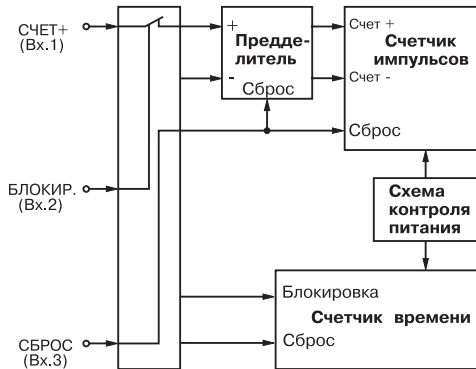

**Рис. 10. Обратный счет импульсов с возможностью блокировки и сброса по отдельным входам**
**3.1.7.2. Обратный счет импульсов с возможностью блокировки и сброса по отдельным входам** задается при значениях  $inP=1$  (рис. 10).